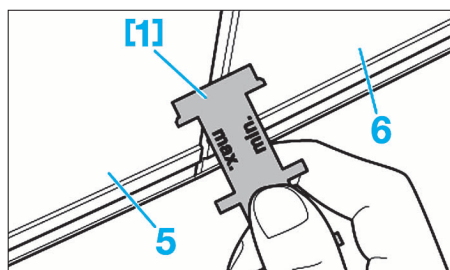

FIG. 70
- L'écartement entre la porte (5) et le panneau latéral (6) n'est pas toléré (bruits aérodynamiques) (Fig.70).